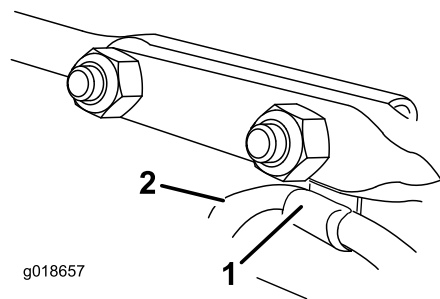

Figura 17
6. Inserite l'attacco per cavo che supporta il cavo del deflettore sotto la testa del bullone a testa tonda anteriore e fissate i bulloni a testa tonda con i dadi di bloccaggio del sacchetto delle parti sciolte (Figura 17).